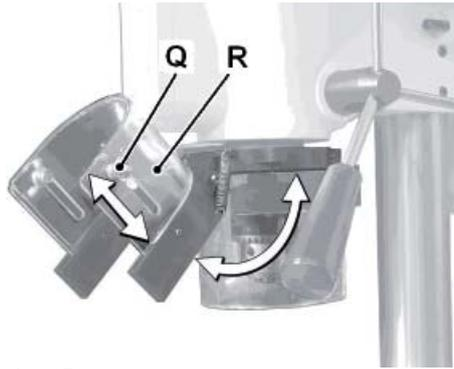

Рис. 5
- После ослабления винта (Q, Рис. 5) прозрачную защиту (R) патрона можно опустить вниз.